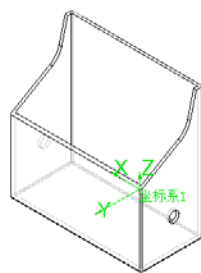

图 7-3 自定义的坐标系
④ 如果要反转轴的方向，选择  按钮即可。
⑤ 如果在步骤③中没有选择轴的方向,则系统会使用默认的方向作为坐标轴的方向。
⑥ 定义坐标系后, 单击按钮关闭对话框。此时定义的坐标系显示在模型上, 如图7-3所示。